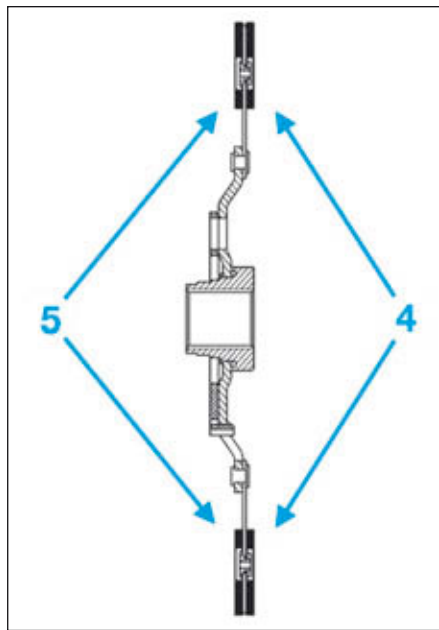

FIG.3
- Mettre en place le disque d'embrayage face (4) (Fig.3) contre le disque d'embrayage, puis la face (5) contre le mécanisme d'embrayage.